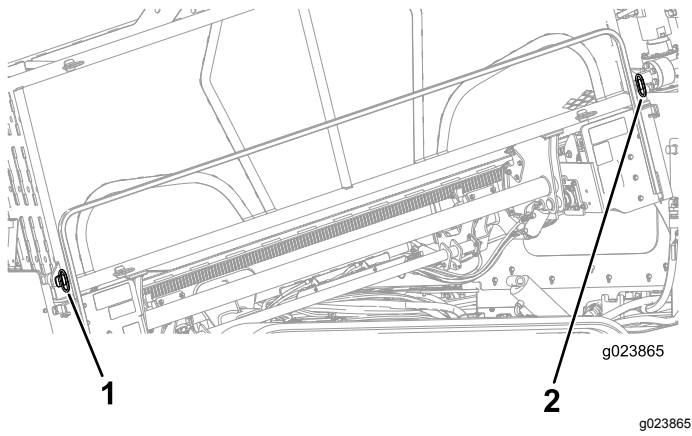

Bild 68
2. Nehmen Sie die unteren und oberen Stifte aus dem Rohrhalter (**Bild 68**).